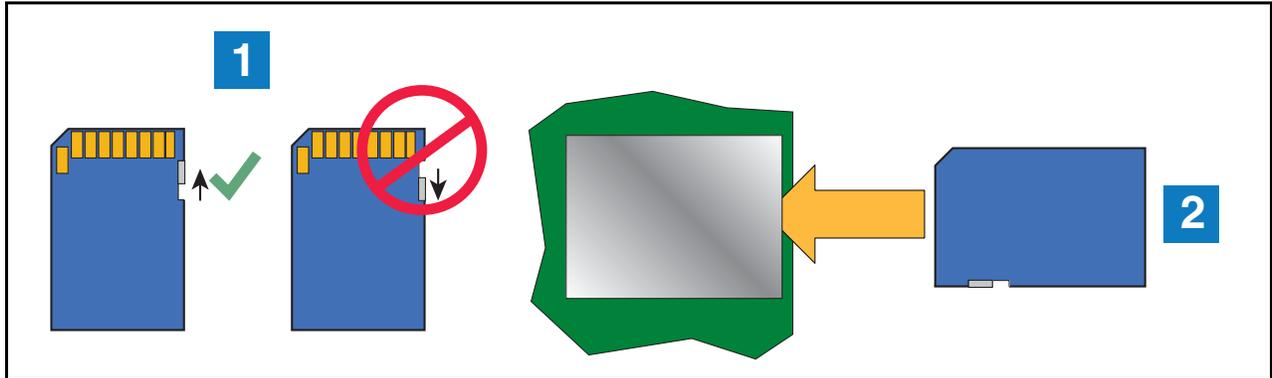

Figura 25. Instalação do cartão SD
5. Pressione a borda externa do cartão SD para dentro da abertura. Ele deverá saltar para fora, de forma a poder ser removido. Retire o cartão SD e assegure-se de que o interruptor de proteção para leitura/gravação ao lado do cartão esteja na posição mostrada na (item 1 Figura 25). Insira o cartão SD na abertura própria, com o lado de contato voltado para a placa CPU (item 2). Depois, aperte levemente o cartão para dentro da abertura até que as travas o prendam e você ouça um clique.